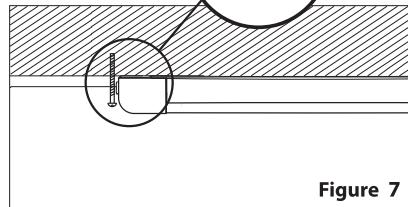

Figure 7
3. Montez une troisième vis à côté du côté de la sortie (voir figure 7). Si l'ancrage est requis, marquez le trou le plus près possible du luminaire, retirez la lampe, percez le trou à la position marquée, installez l'ancre dans le trou percé, réinstallez le luminaire puis installez la vis dans l'ancrage mural. Cela sécurisera la lampe en place.